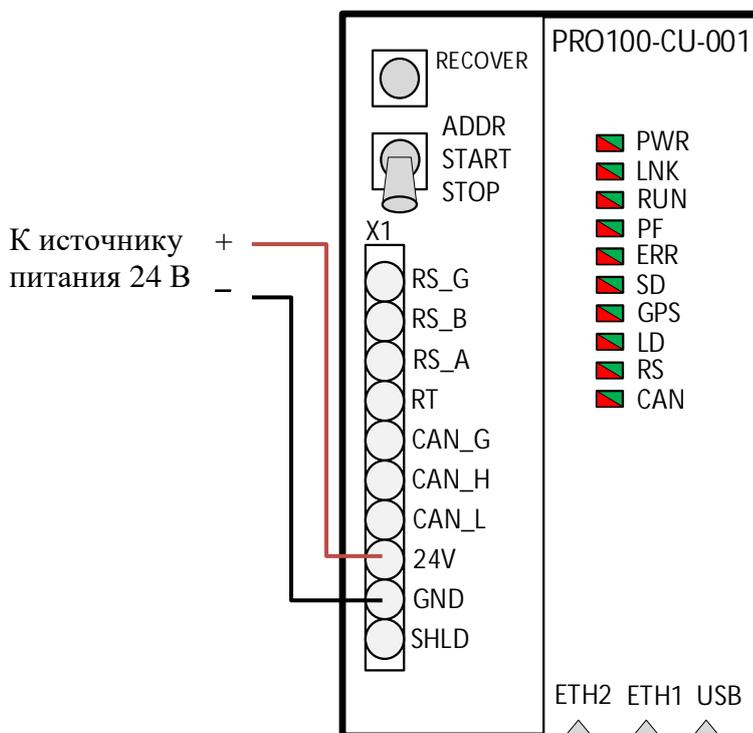

Рисунок 27 – Подача напряжения питания на общую электрическую шину через процессорный модуль
2.4.7 Подать напряжение питания 24 В постоянного тока на общую электрическую шину. Питание подаётся через процессорный модуль (рисунок 27).